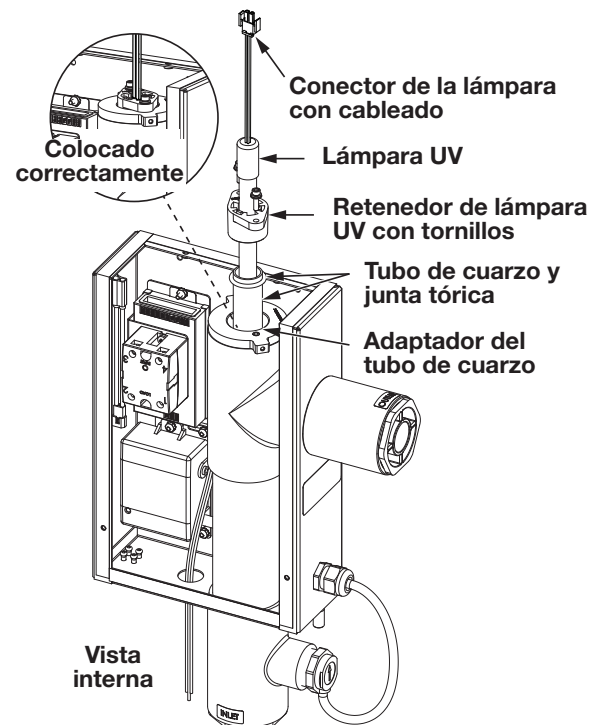

Figura 9. Instalación del tubo de cuarzo del sistema AOP Jandy fuera de la tubería
6. Después de extraer las lámparas, quite los tornillos de la parte superior del retenedor de la lámpara con la llave hexagonal suministrada con la bolsa de piezas. Consulte la Figura 9. Deje en un lugar seguro los tornillos, las arandelas y el retenedor.